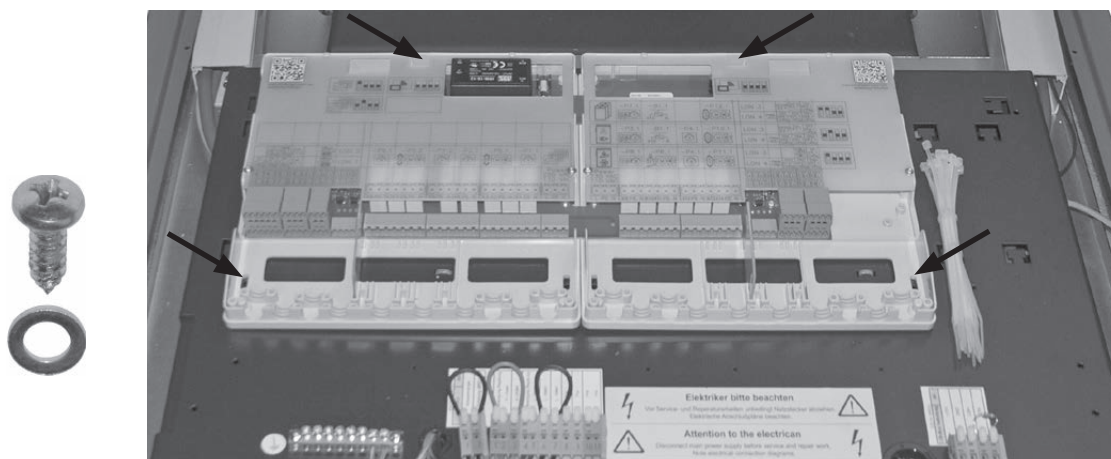

Fig. 95 Montage du système de régulation MES INFINITY (modules fonctionnels) sur le tableau de distribution
- ▶ Visser le module fonctionnel sur le tableau de distribution à l'aide des rondelles en U et des vis à tête fournies – Fig. 95.